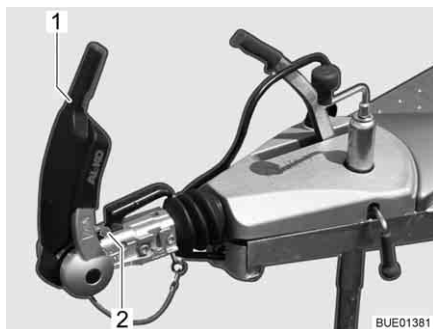

Fig. 190 Indicateur garnitures de friction avant et arrière
- Ouvrir la poignée de stabilisation (Fig. 190,1).
Le contrôle s'effectue au moyen de l'indicateur disposé en amont de la poignée d'attelage (Fig. 190,2).